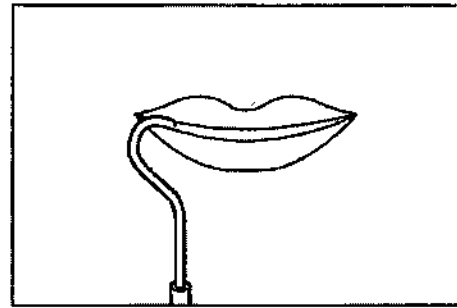

Fig. 6
2. Coloque el gancho labial en la comisura del paciente. (Fig. 6).